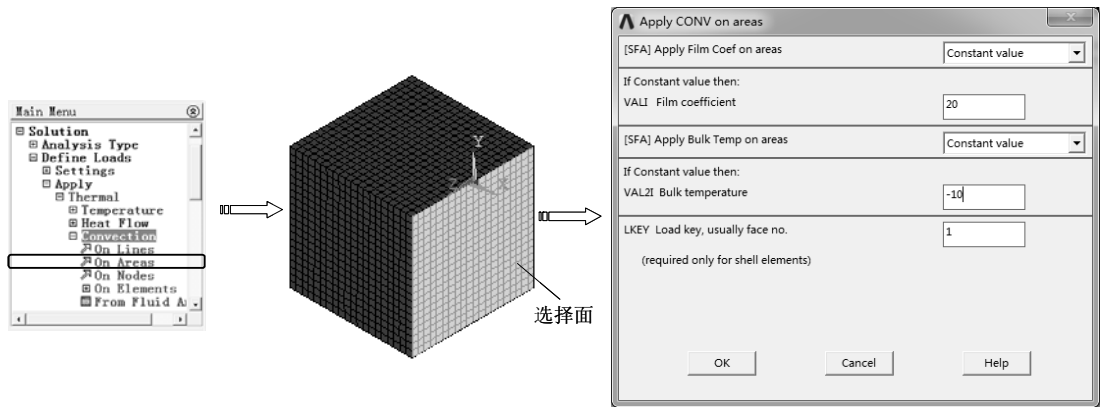

图 8-97 在面上施加对流换热
1) 选择“Main Menu>Solution>Define Loads>Apply>Thermal>Convection>On Areas”命令，弹出实体选取对话框，用鼠标选择面后，单击“OK”按钮，弹出“Apply CONV on Lines”对话框，在“Film coefficient”文本框中输入对流数值 20，在“Bulk temperature”文本框中输入-10，单击“OK”按钮完成约束，如图 8-97 所示。